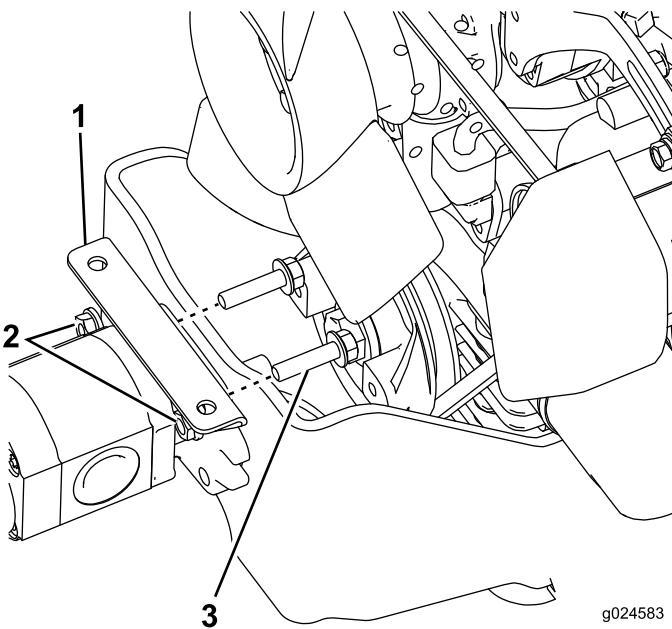

図 8
3. 既存のボルトを外して、ファンガード用ブラケットを取り付ける；図 8を参照。